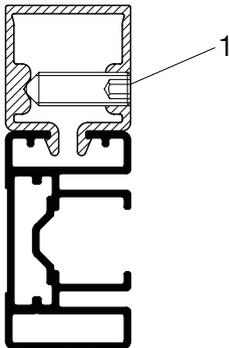

Abb. 17: Führungsschienenhalter mit Klemmschraube
- » Schrauben Sie die Klemmschrauben (1 – Abb. 17) mit einem 4mm Innensechskantschlüssel fest.